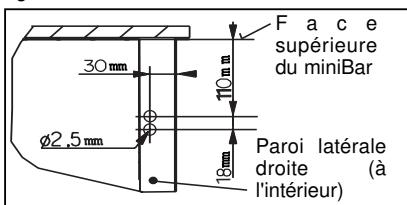

Figure 9.
- Utilisez la languette de maintien (A) pour fixer le câble à la paroi latérale du côté de la charnière. Percez les trous nécessaires conformément à figure 9.